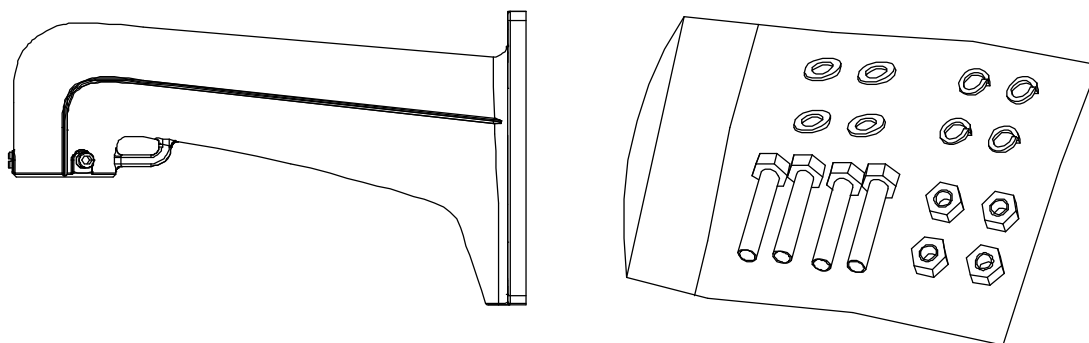

Рис. 1.5. Настенный кронштейн и крепеж
1. Достаньте настенный кронштейн и крепеж из упаковочной коробки (Рис. 1.5). Проверьте, чтобы тип кронштейна и комплектация крепежа соответствовали заявленному.